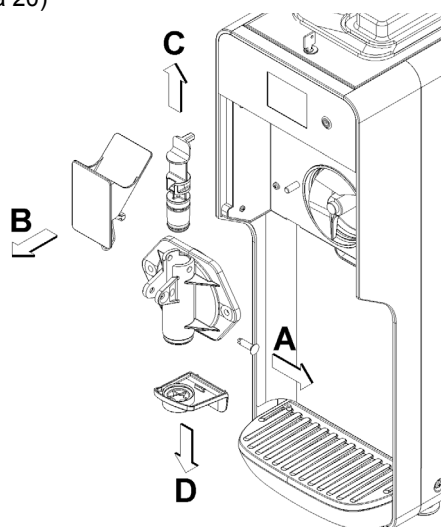

figura 20
- 6** Desmonte el grupo grifo siguiendo la secuencia indicada. (ver figura 20)